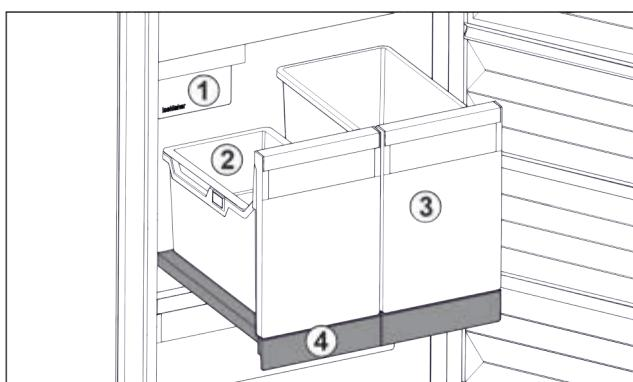

Fig. 79 Витяжна панель IceTower
(2) Підвісний лоток для кубиків льоду
На витяжній панелі є два високих резервуари(IceTower). В резервуарі Fig. 79 (2) кубики льоду з IceMaker збираються та зберігаються. Резервуар Fig. 79 (3) придатний для зберігання високих харчових продуктів, таких як піца або алкогольні напої.
(4) Витяжна панель